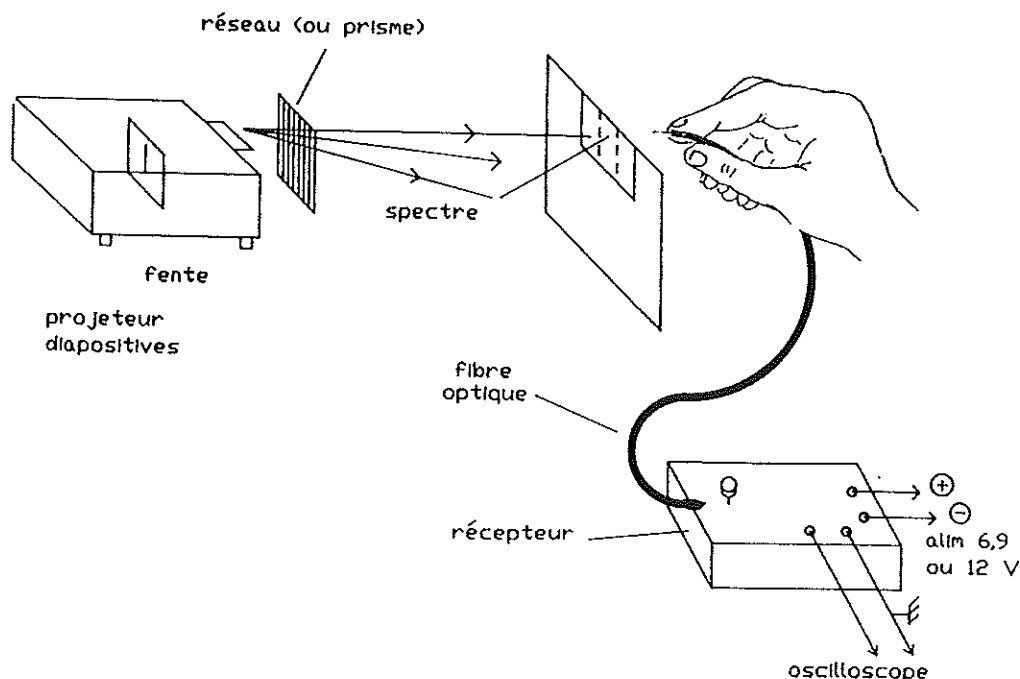

figure 15 : exploration d'un spectre de lumière blanche avec une fibre optique
- déplacer l'écran de manière que les divers spectres soient à demi-coupés par le bord supérieur de l'écran; explorer le spectre d'ordre 1 en déplaçant tangentielle à l'écran l'extrémité de la fibre optique (figure 15)